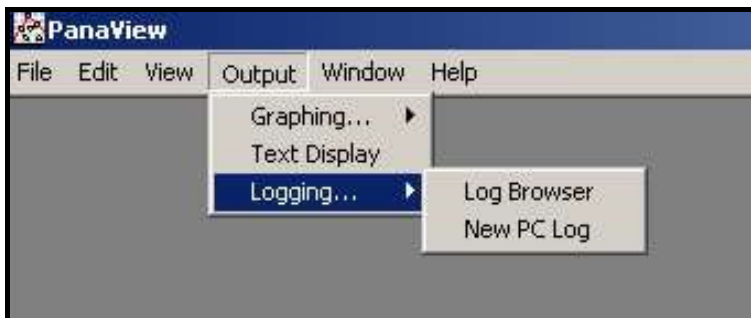

Figura 13: Selecciones en la opción de registro
1. Abra el menú *Salida* (véase la *Figura 13*), y haga clic en la opción *Registro*.
- Despliegue el menú *Salida* (ver la *Figura 13 en la página 44*), y haga clic en la opción *Navegador de registros*. Avanza hasta el cuadro de diálogo *Registros de PC*, tal y como se ha descrito en los apartados anteriores. Aparecerá una pantalla similar a la mostrada en la Figura 23.